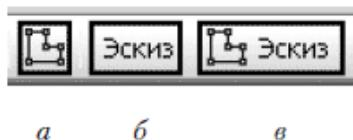

Рис. 1.46. Способы отображения кнопок панели инструментов: значок (а), текст (б), значок и текст (в)
- управлять отображением кнопок на панелях инструментов. Есть три варианта: только значок, только текст или значок вместе с текстом (рис. 1.46). Нужный вариант можно выбрать в контекстном меню кнопки;
При выборе кнопки на панели инструментов или пункта меню в режиме настройки интерфейса он выделяется черным прямоугольником (см. рис. 1.46). Все действия, связанные с удалением, перемещением или изменением внешнего вида элемента управления, относятся именно к выделенному элементу.